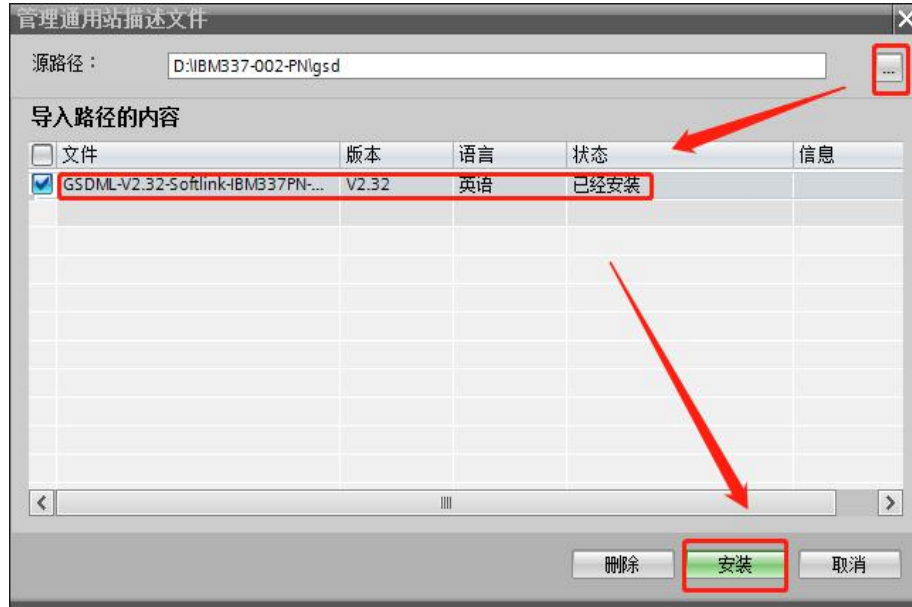

图 4-6 GSD 文件安装窗口
用户添加完设备后，需要添加从站设备及配置，首先客户应安装 GSDML 文件，文件名：GSDML-V2.32-Softlink-IBM337PN-20180830.xml，根据 3.1 节的步骤，新建工程添加完 PLC 设备后，在工程界面找到【选项】→【管理通用站描述文件(GSD) (D)】弹出如图 4-6 窗口，